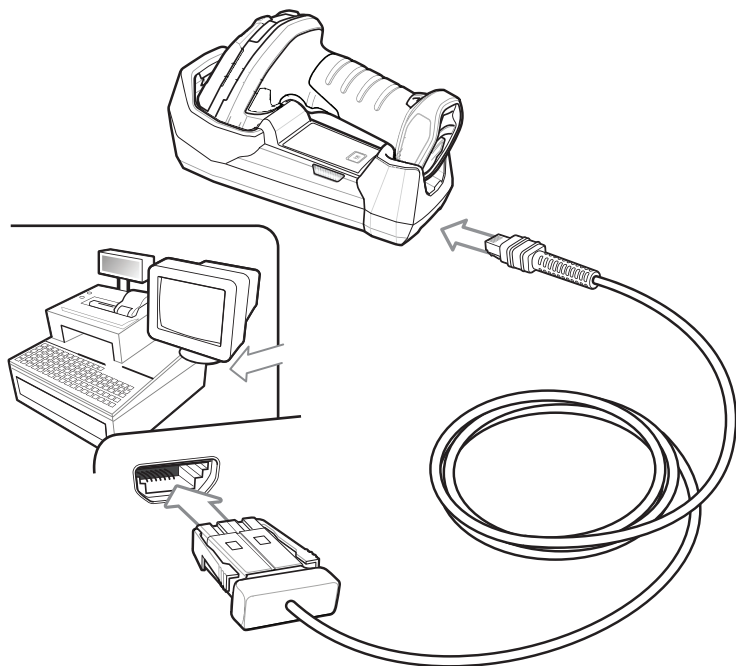

図 11-1 DS3678 への IBM 直接接続
- ✓ **注** 必要なインタフェース ケーブルは、設定によって異なります。図 11-1 のイラストに示したコネクタは、あくまでも例です。コネクタはイラストと異なる場合がありますが、クレードルを接続する手順は同じです。